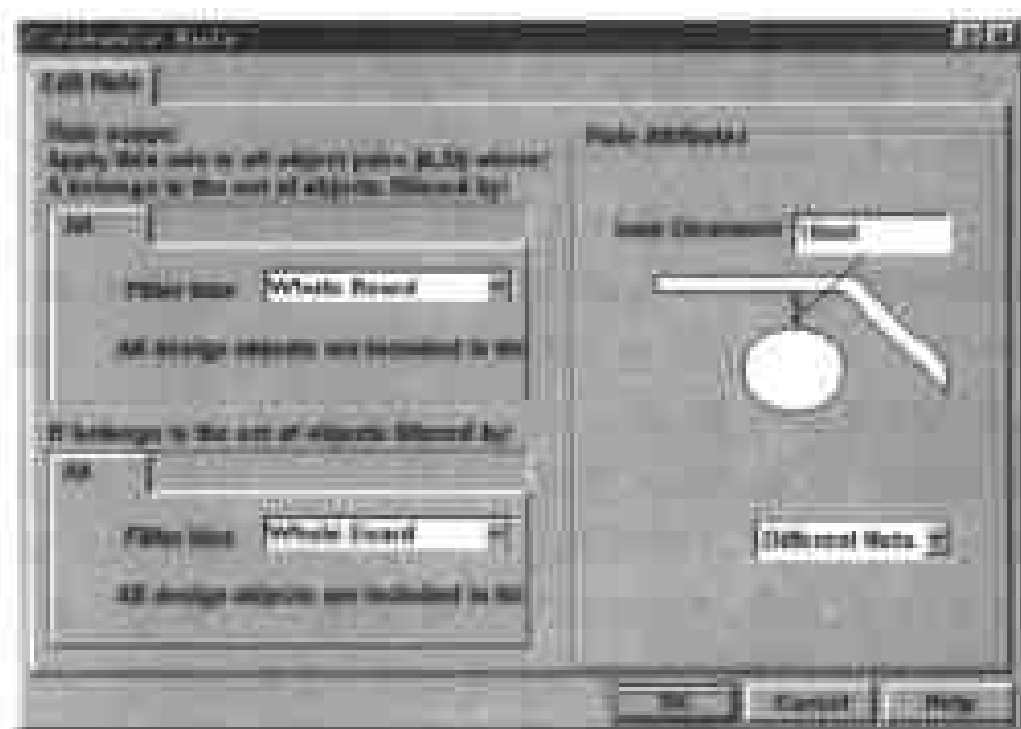

图 9-2 设置新安全间距规则的对话框
(2) 在对话框底部单击Add命令按钮,弹出如图9-2所示的对话框,在此对话框中用户即可设置新的安全间距的规则。
(3) 在如图9-2所示的对话框左边包括两个Filter kind选项,单击Filter Kind选项的下拉列表框,在弹出的下拉列表中包含如下选项,供用户设置最小安全间距规则所适用的对象。